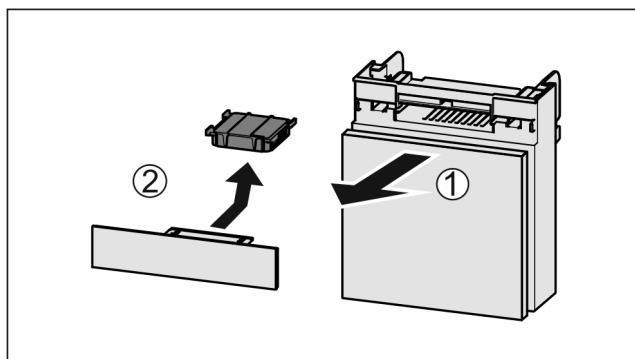

Fig. 177
- Pretinac izvucite Fig. 177 (1) prema naprijed.
- Izvadite filtir s aktivnim ugljenom Fig. 177 (2).